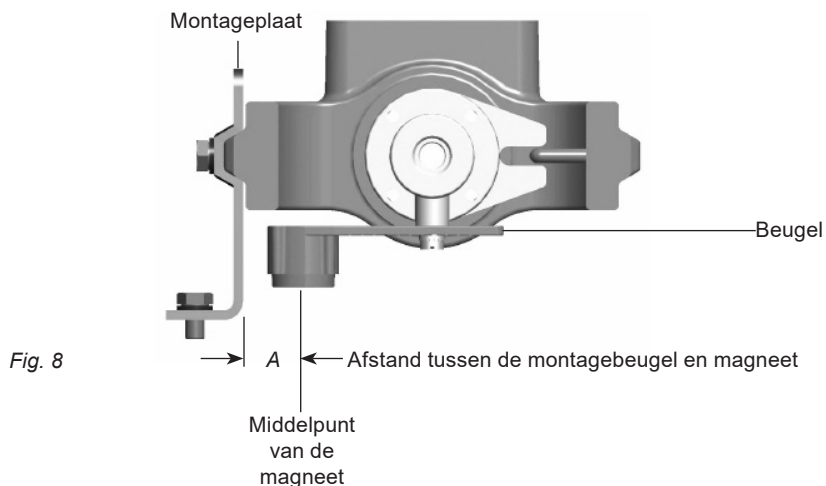

Fig. 8
5.2.3 Gebruikt u geen Spirax-Sarco servomotor, schuif dan de beugel tot de afstand 'A' tussen het center van de magneet en de binnenkant van de montageplaat gelijk is aan 25mm. (Fig 8).